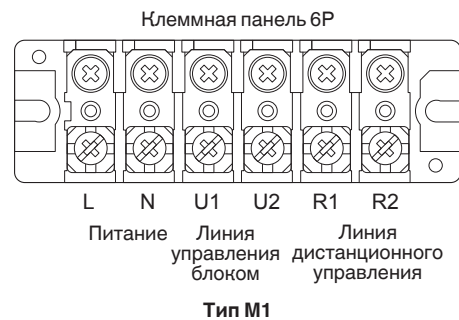

Рис. 4-2
- (1) См. Раздел "4-2. Рекомендуемая длина и диаметр проводки для системы питания" для получения пояснений размеров "В", "С", "D" и "E" на приведенной выше схеме.
- (2) На принципиальной схеме соединений внутреннего блока показаны клеммные панели, однако клеммные панели вашего оборудования могут отличаться от данной схемы. (Рис. 4-2)
- (3) Перед включением питания необходимо установить адрес цепи хладагента (R.C.).
- (4) Что касается установки адреса пульта дистанционного управления, см. инструкции по установке, прилагаемые к пульту дистанционного управления (дополнительное оборудование). Установка адреса может автоматически выполняться пультом дистанционного управления. См. инструкции по установке, прилагаемые к пульту дистанционного управления (дополнительное оборудование).